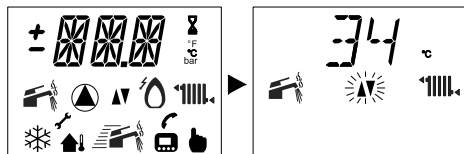

Рисунок 5.50
- Измените заданное значение при помощи кнопок **▲** **⬆** или **▼** **⬆** и подождите, пока заданная цифра не начнет мигать (Рисунок 5.50).